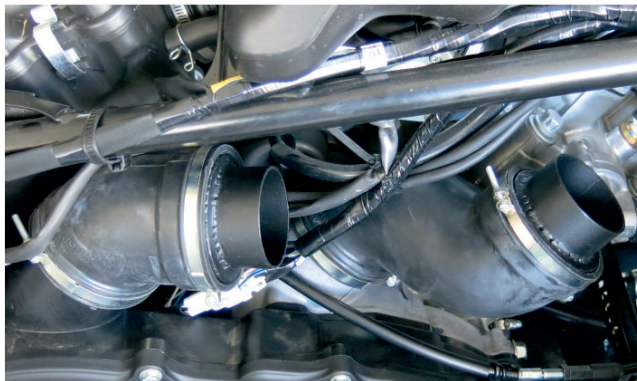

Рис.6
10. Снять штатные пластиковые воздухопроводы охлаждения вариатора. Установить переходники d60-d80 в резиновые патрубки вариатора, закрепить хомутами черв. 70-90(см. рис.6). Закрепить воздуховоды d63 l=1,1м и l=1,3м на переходники, протянуть воздуховоды вдоль квадроцикла(см. рис.7 и 8).